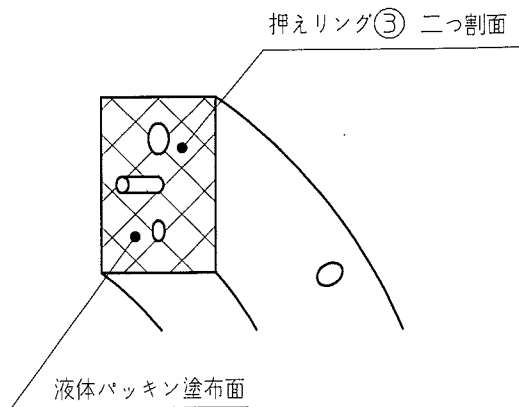

図7 押えリング液体パッキン塗布面
- (8) 押えリング③の二つ割面の結合について(付図1、図7参照)